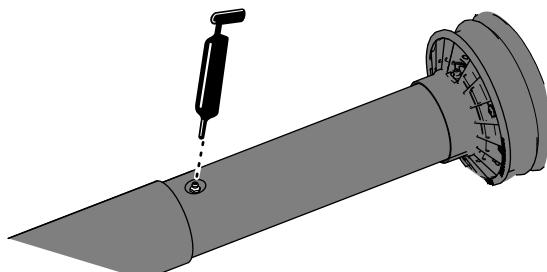

Figura 10
3. Extienda parcialmente el árbol de transmisión de la TDF para acceder al punto de engrase cerca de la mitad del protector del árbol de transmisión hacia dentro (Figura 10).
4. Aplique grasa en el punto de engrase de las articulaciones del árbol de transmisión telescópico, tal y como se muestra en la Figura 10.